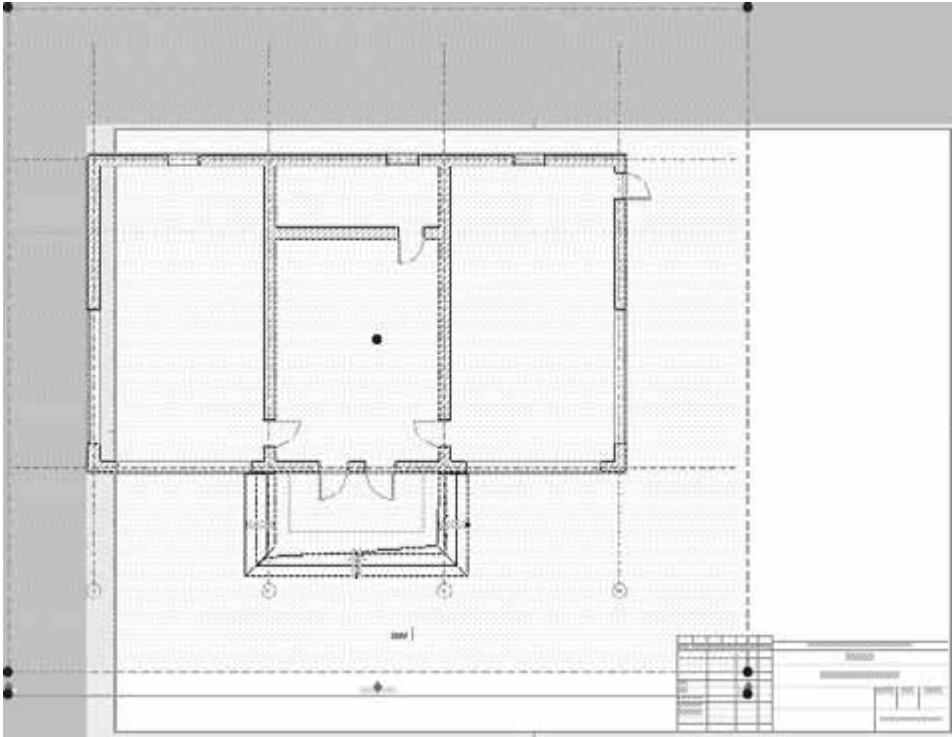

Рис. 13.12. Вставка вида на шаблон чертежа
- Щелкните кнопкой мыши на области вида, ограниченной пунктирной рамкой. Область вставляемого вида подсветится, как обычный объект ArchiCAD (рис. 13.12).